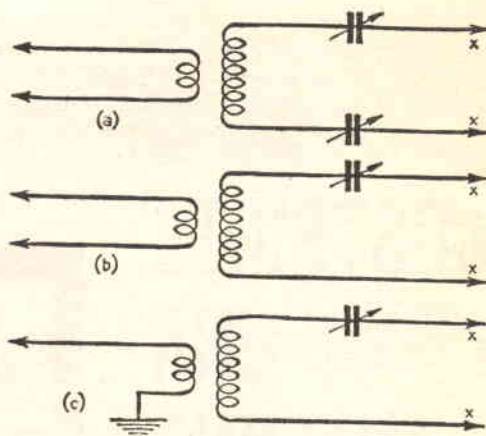
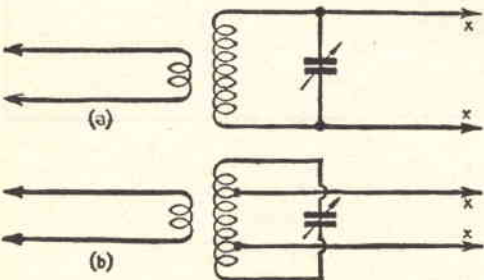

Fig. 3
Fig. 4
In Fig. 3 sono indicati 3 circuiti per adattamento in serie ed in Fig. 4, 2 circuiti per adattamento in parallelo. Nell'esempio a Fig. 3, vengono impiegati due condensatori variabili, uno su ogni terminale della linea di alimentazione, però di solito basta un solo variabile, che verrà collegato in serie ad uno dei terminali indifferentemente, come nell'esempio b. Sia in a che in b, la bobina d'antenna è accoppiata al ricevitore tramite un link di accoppiamento. Se però l'ingresso del ricevitore non prevede l'uso di un dipolo, un terminale del link sarà connesso al terminale d'antenna, e l'altro a massa (vedi esempio c).
Quando invece l'adattamento è in parallelo, il variabile sarà collegato appunto in parallelo alla bobina di adattamento, come in Fig. 4 a. Quando si lavora in trasmissione, per poter assicurare allo stadio finale l'esatto carico necessario, può essere necessario collegare la discesa a prese intermedie della bobina, equidistanti dagli estremi, ed in questo caso, il circuito sarà simile a quello di Fig. 4 b. Quando si usa un circuito di accordo in parallelo, si può tentare di mettere
- X = da connettere ai circuiti di Fig. 3 o 4
- Fig. 3 - Sintonizzazione in serie.
- Fig. 4 - Sintonizzazione in parallelo.